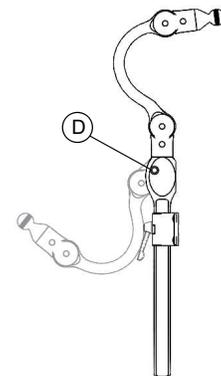

Fig. 4
3. Per ribaltare l'appoggiatesta all'indietro spingere il pulsante (Fig. 4, D) e girare l'unità all'indietro.
2. Orizzontale/Angolo – Allentare i perni di rotazione (Fig. 1, A) per regolare la profondità (Fig. 4) e l'angolo (Fig. 3) Non è necessario stringere completamente tutte le viti prima di raggiungere la posizione finale.